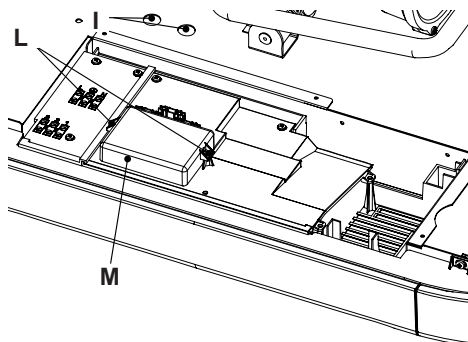

Figura 5.26
- Togliere le due viti (L) indicate in Figura 5.26 e aprire il coperchio (M) della morsettieria.
- Togliere le due viti (L) indicate in Figura 5.26 e aprire il coperchio (M) della morsetteria.